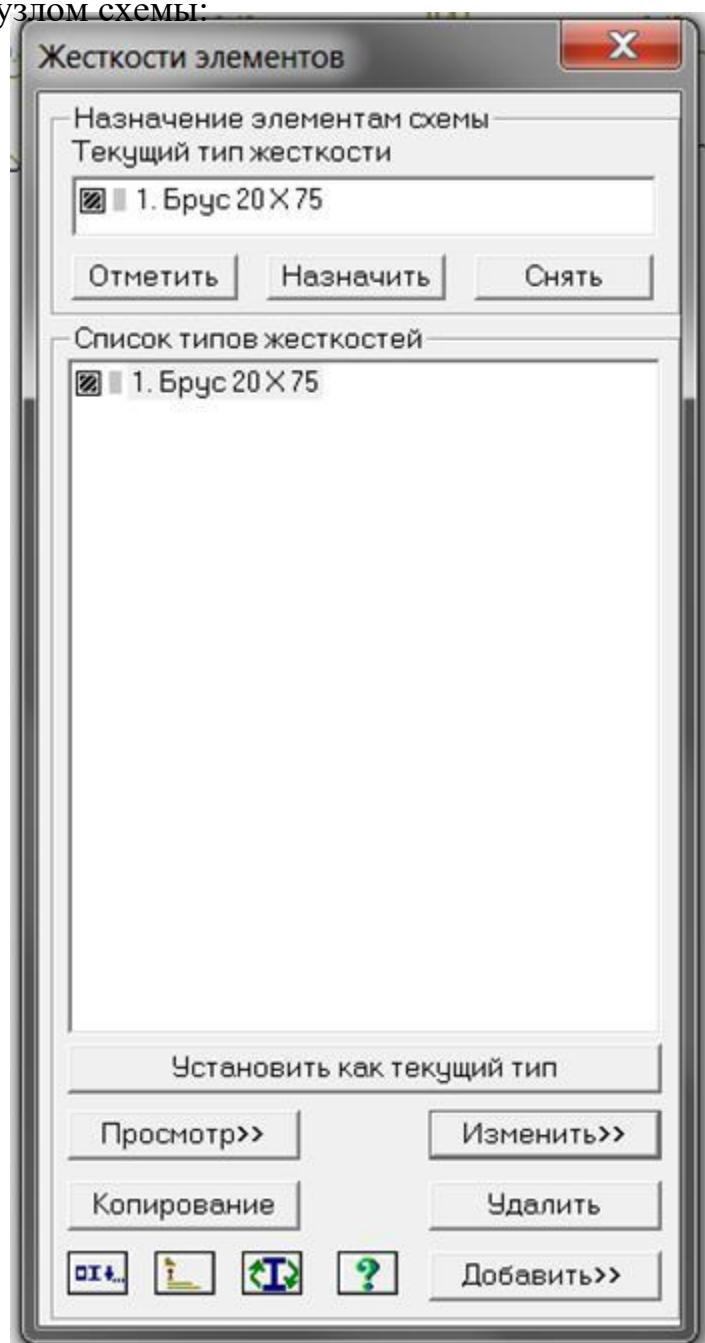

Рис. 2.23. Диалоговое окно Жесткости элементов
- С помо-щью меню Жесткости Жест-кости элемен-тов (кноп-ка  на панели инструментов) вызовите ди-алоговое окно Жесткос-ти элемен-тов (рис.2.23).